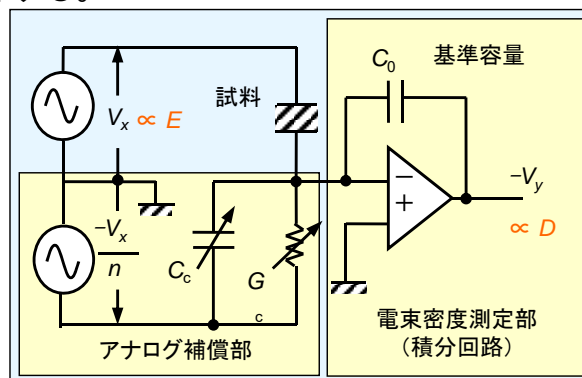
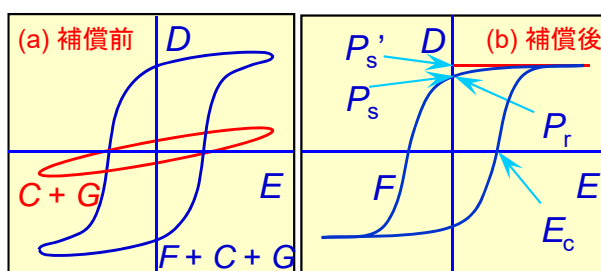

図1 改良型ソーヤ・タワー回路
図2 D-E履歴曲線の補償(模式図)
- D-E履歴曲線が観測されれば、強誘電性を確認したと言える。従来、D-E履歴曲線の補償にはソーヤ・タワー回路が用いられてきたが、誤差を小さくするため、改良した回路を開発した(図1)。
- 補償前のD-E履歴曲線は図2 (a)のようになるが、改良型回路(図1)により履歴曲線を補償することで、図2 (b)に示すような純粋な自発分極の成分(強誘電成分、F)のみの観測が可能になる。